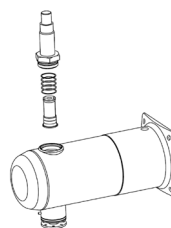

Abb. 18
- (Sofern vorhanden) Setzen Sie die Feder und den Magnetkern in die Obere Abschlusseinheit und schrauben Sie sie mit dem Schraubenschlüssel auf das Ausgangsstück (Abb. 18).